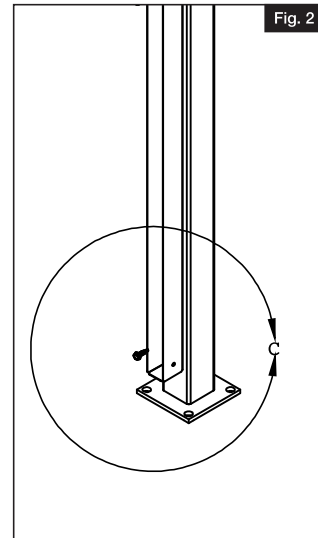
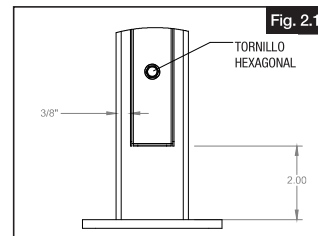

Fig. 2
Fig. 2.1
Coloque el canal para poste como se muestra dejando 2" (5 cm) sobre el suelo. Si utiliza una instalación de montaje en superficie, mida 2" (5 cm) desde la placa de superficie. Centre el canal en el poste. Con el canal para poste como guía, marque los agujeros para los tornillos. Coloque el canal para poste por un lado y taladre los agujeros con una broca de 1/8" (Fig. 2). Taladre solo agujeros en una de las paredes del poste (Fig. 2.1).
2. Coloque el espaciador encima del tablón de madera de forma que las lengüetas queden apoyadas sobre la parte posterior del canal y a ras del tablón de madera (Fig. 2 y Fig. 2.1).